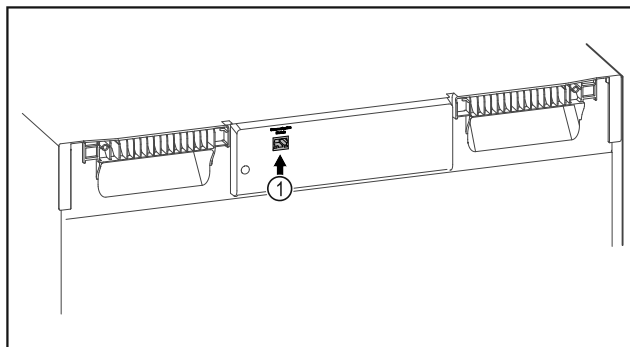

Fig. 127
- ☐ SmartModule Fig. 127 (1) 已使用。